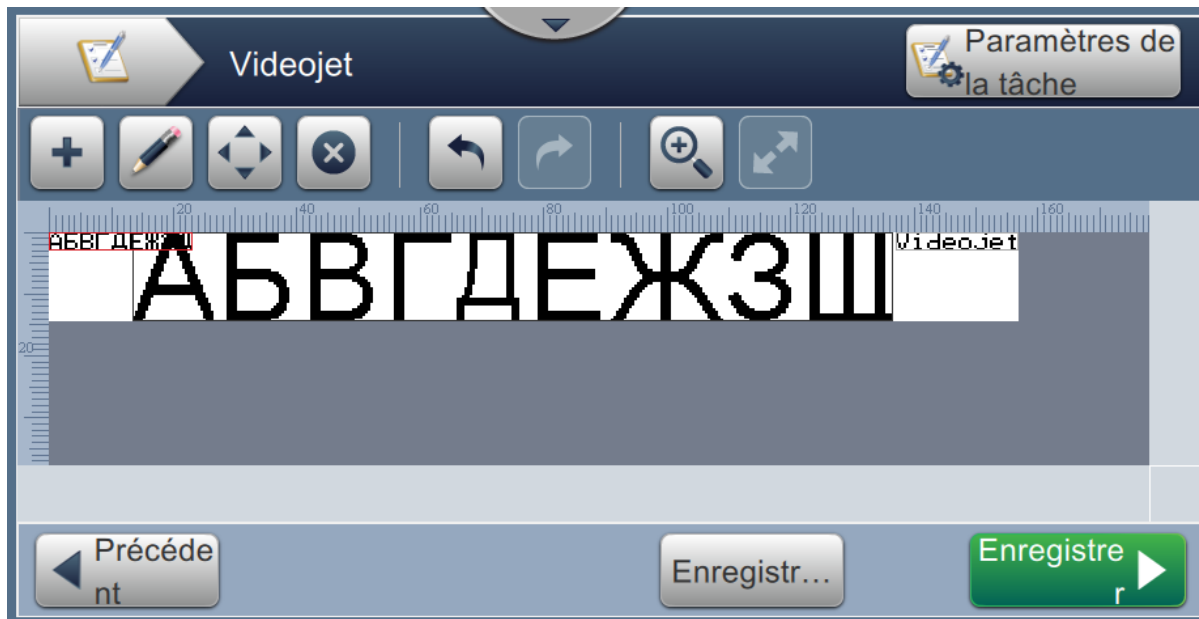

Figure 5-3 : Écran de l'éditeur de tâches
6. L'écran Éditeur de tâches s'ouvre, tel qu'illustré dans la Figure 5-3.